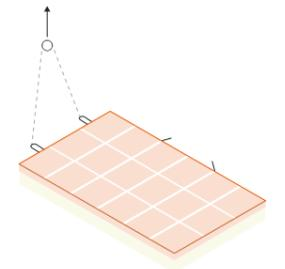

Abb. 8: Kleine liegend angelieferte Ziegelblenden auf Europaletten.
- **Kleine Blenden** bis ca.  $1,5 \text{ m}^2$  können auch **liegend auf Europaletten** geliefert werden (Abb. 8).
- Kleine, liegend angelieferte Ziegelblenden auf Europaletten müssen um  $90^\circ$  gedreht und an die werkseitig eingebauten Anschlagpunkte gehängt werden (Abb. 8).